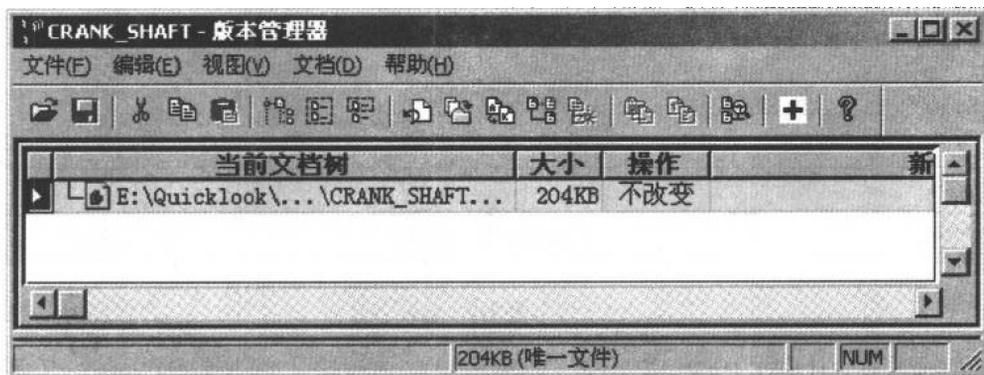

图 1.7
- 在 Crank_shaft.par 上单击鼠标右键，出现如图 1.2 所示界面。点击 “Revision Manager”（版本管理器），出现如图 1.7 所示界面；